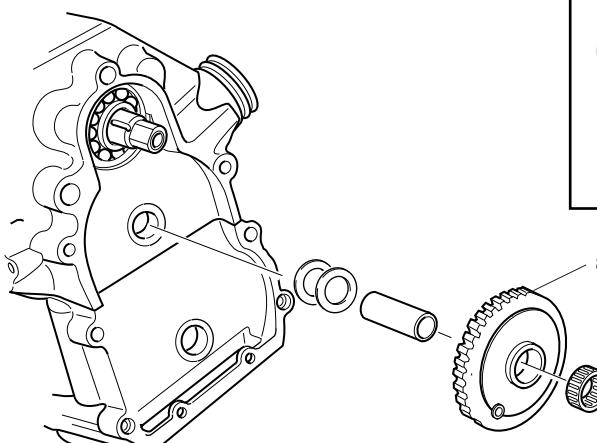

Fig.63
3. Dopo aver "fasato" anche la dentatura del terzo ingranaggio C di distribuzione, posizionare nell'ordine: i rasamenti, il perno, l'ingranaggio, la gabbia a rulli e il distanziale (Fig. 63).
3. Proceed with timing of third timing gear C, and then fit shims, gear, pin, roller retainer and spacer (Fig. 63) in the order indicated.
3. Nachdem auch die Verzahnung des dritten Verteilergetriebes C "in Phase gebracht" wurden, in dieser Reihenfolge anordnen: die Ausgleichscheiben, den Zapfen, das Zahnrad, den Rollenkäfig und den Abstandhalter (Abb. 63).
3. Après avoir "phasé" la denture du troisième engrenage C de distribution, mettre en place dans l'ordre : les cales de compensation, l'axe, l'engrenage, la cage à rouleaux et l'entretoise (Fig. 63).